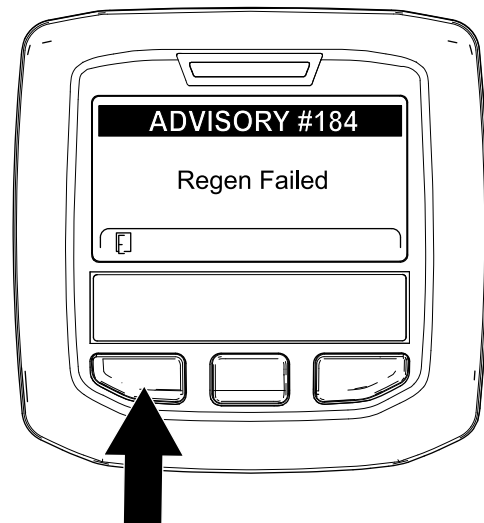

Figura 69
**Nota:** Si la regeneración no se realiza correctamente, el InfoCenter muestra Advisory #184 (Aviso n.º 184) (Figura 69). Pulse el botón de la izquierda para salir a la pantalla de inicio.